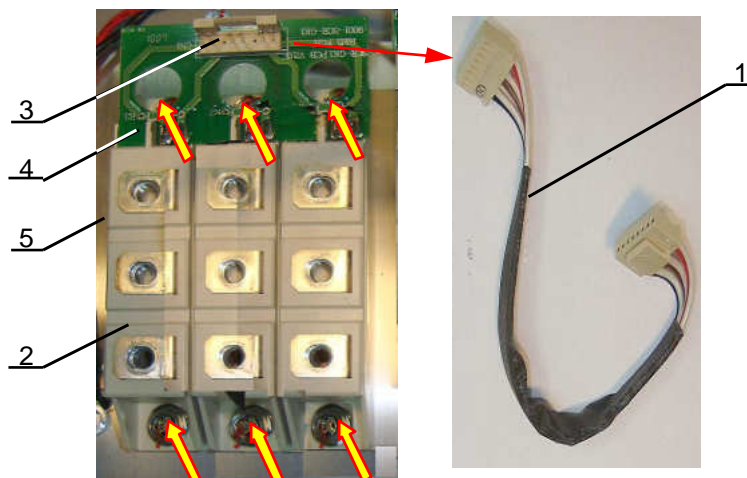

Рис. 6.20
6.13.2. Выпаять плату управления модулями 4 (рис. 6.20). Положить плату в тару.
6.13.3. Выкрутить винты (желтые стрелки на рис. 6.20) крепления диодно-тиристорных модулей 2 к радиатору 5. Снять модули, положить модули и винты в тару.